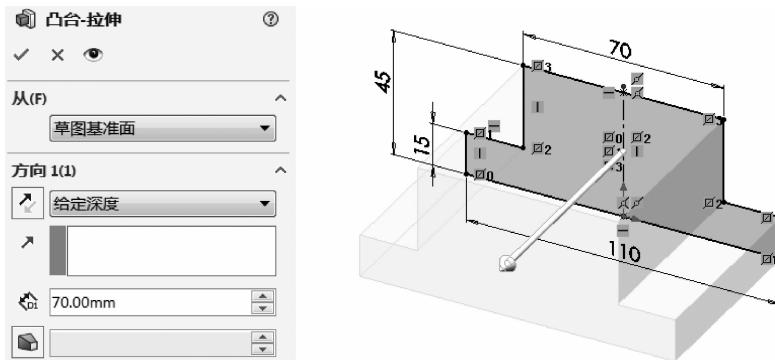

图 1-23 设置“凸台-拉伸”属性
(5)选用特征。调出【特征】工具栏，单击【拉伸凸台/基体】按钮 \square ，出现【凸台-拉伸】属性管理器，在【方向 1(1)】下拉列表框中选择【给定深度】，在【深度】文本框中输入“70mm”，单击【确定】按钮 \checkmark ，如图 1-23 所示。